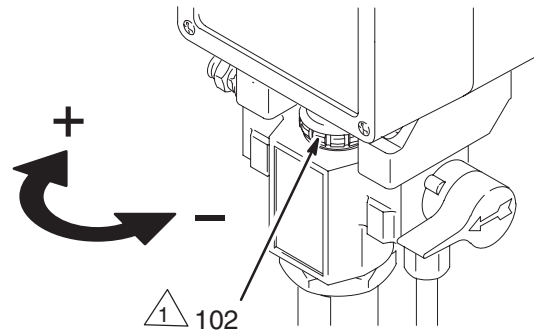

Fig. 11
1. **Contrôler quotidiennement l'écrou/coupelle de presse-étoupe (102)**. Relâcher tout d'abord la pression. Veiller à ce que la coupelle de presse-étoupe soit toujours remplie au tiers de liquide Graco TSL pour éviter que du produit séché ne s'accumule sur la tige de piston et pour réduire l'usure prématurée des joints.
2. **L'écrou-coupelle de presse-étoupe (102) doit être serré suffisamment pour arrêter les fuites, mais pas plus**. Un serrage excessif pourrait être source de grip-page et d'usure excessive des joints. Utiliser un poinçon rond ou une tige en laiton et un marteau léger pour ajuster le serrage de l'écrou. Voir Fig. 11.